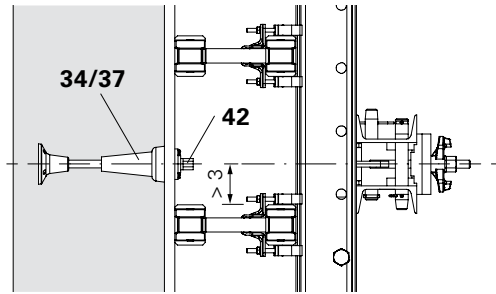

Fig. C1.05
In fase di progettazione delle casseforme è necessario assicurarsi che tra gli assi delle mensole e le travi GT 24 più vicine rimanga uno spazio sufficiente. In caso contrario, non sarà possibile fissare la predisposizione superiore (34/37) con la vite di predisposizione M24 (42). (Fig. C1.05)